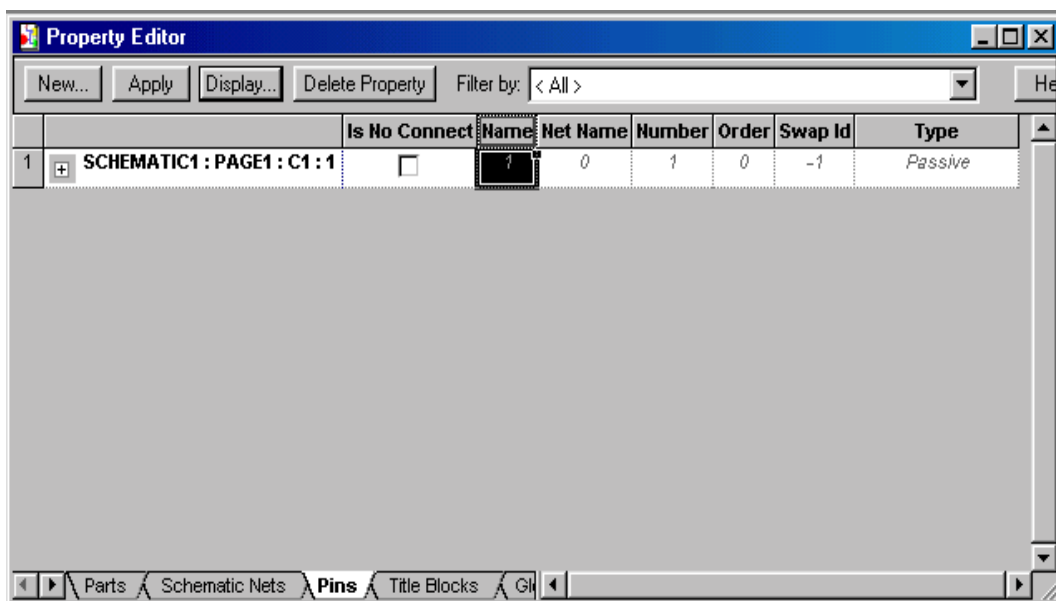
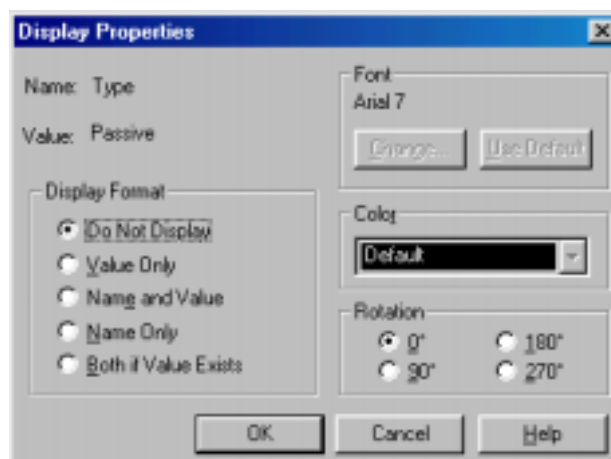

Figura 3: Ventana de diálogo de Properties correspondiente a un componente.
Figura 4: Ventana de propiedades visuales de un componente.
- **Properties** (*Propiedades*). Este comando abre una ventana de diálogo distinta según sea el elemento seleccionado. En ella, se configuran las propiedades del mismo, tales como valor, referencia, etc. Ver la **Figura 3**. En la **Figura 4** se muestra el botón *Display* que da paso a una ventana donde se procede a la modificación del parámetro seleccionado.